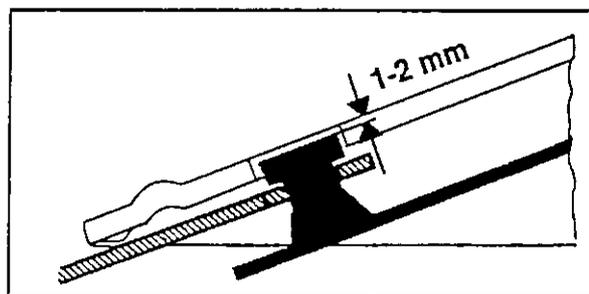

Bild 4-44
*Eine Mähklinge ist erst dann richtig eingehängt, wenn der Kopf des Aufnahmebolzens die Bohrung im Mäh-teller bis auf 1-2 mm ausfüllt (Bild 4-44). Der Kopf darf keinen Abrieb zeigen (siehe auch Seite 4-10).*